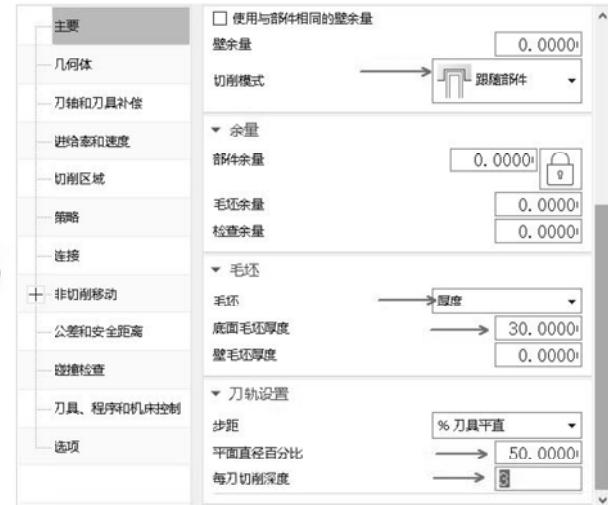

图 3-36 设置加工工艺参数
(4) 设置走刀方式为跟随部件，然后设置毛坯底面厚度、步距和切削深度参数。具体参数设置如图 3-36 所示。